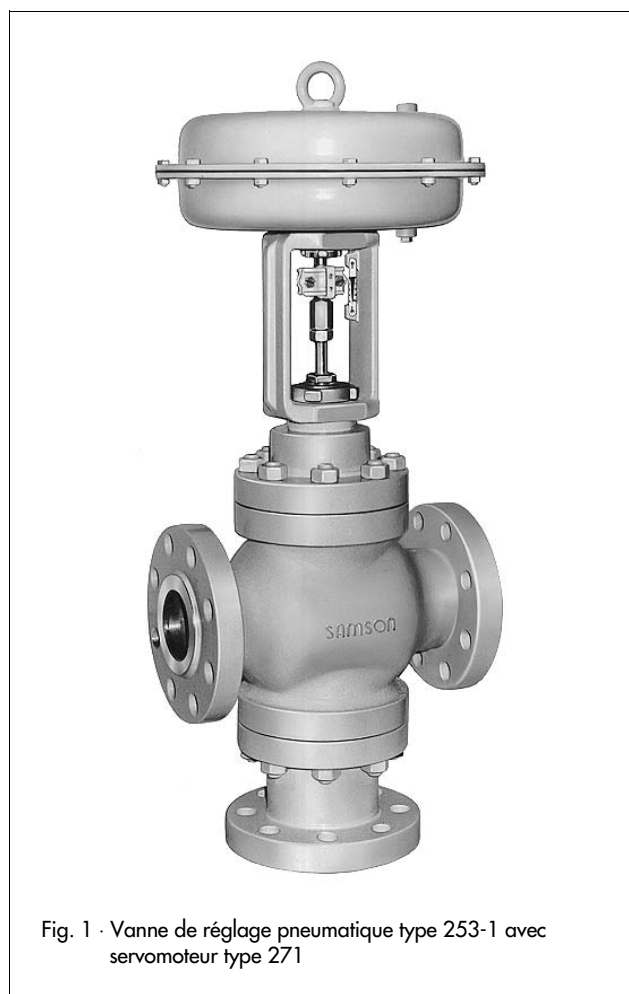

Fig. 1 · Vanne de réglage pneumatique type 253-1 avec servomoteur type 271
- servomoteur pneumatique type 271 avec membrane de 350 à 2800 cm2 (fig. 1) ou
**Exécution standard** (fig. 1) · avec garnitures PTFE pour températures comprises entre -10 °C et +220 °C ou avec garnitures hautes températures entre -10 °C et +350 °C.
**Type 253-1** (fig. 1) · avec vanne de réglage type 253 et servomoteur type 271 (membrane 350 à 2800 cm2 – détails, voir feuille technique T 8310 F)